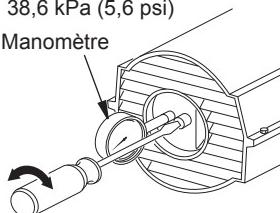

Figure 14 - Réglage de la pression de la pompe (Modèles 40/55T/70T seulement)
- Réglez la pression. Pour augmenter la pression, tournez le clapet de décharge vers la droite. Pour la diminuer tournez-le vers la gauche. Consultez les données qui se trouvent à droite pour la pression requise par chaque modèle (voir Figure 14).